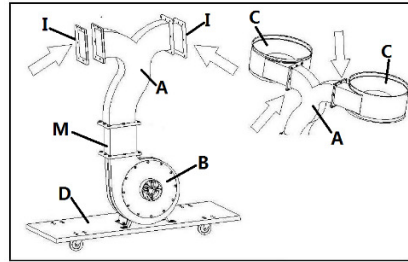

Рис. 7
Далее установите два каркаса (С), две резиновые прокладки (I) на выходное отверстие, как показано на рис. 7.